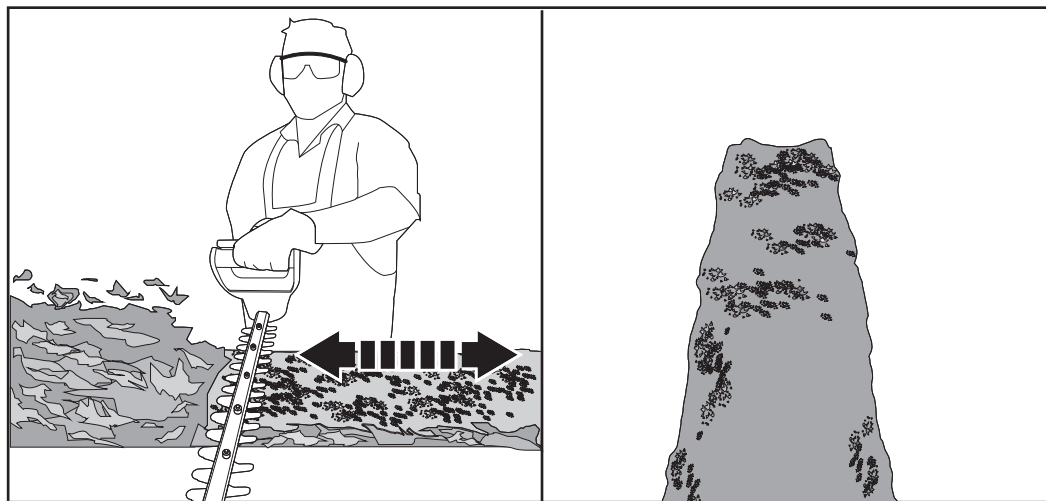

Fig. 7
- Dacă zona de tăiat este deosebit de înaltă (fig. 7), taie în mai multe etape pentru a obține un rezultat mai bun, în loc să încerci să tai dintr-o singură mișcare. Resturile tăiate mai mic vor permite o compostare mai ușoară.
- Gardurile vii trebuie tunse în formă trapezoidală (fig. 7). O tăiere trapezoidală corespunde dezvoltării naturale a plantelor și are drept rezultat o creștere optimă a gardului viu, deoarece va expune partea de jos la mai multă lumină.